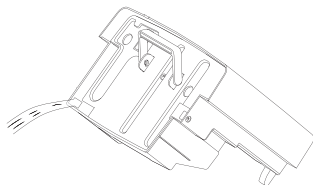

Abb. 2
- ◆ Gießen Sie das Wasser durch die Öffnung des Deckels aus (siehe Abbildung 2) und setzen Sie den Wassertank ③ wieder in das Gerät ein. Das Gerät setzt den Betrieb mit dem zuvor gewählten Programm fort.